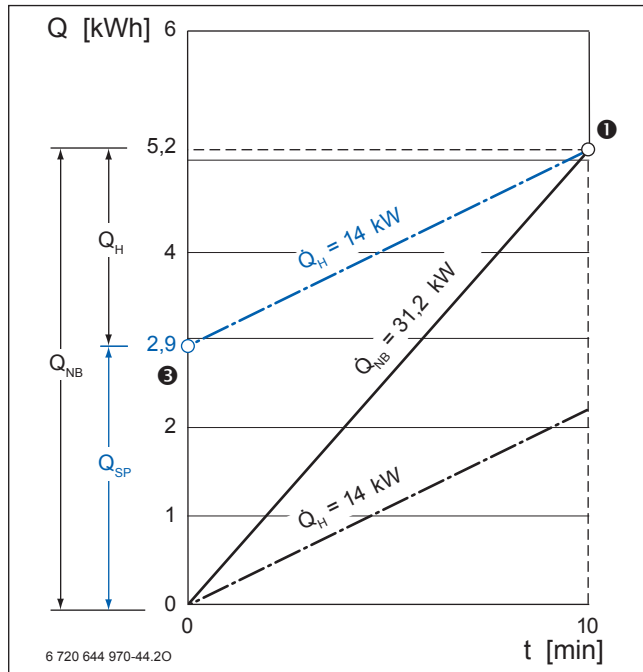

Bild 57 Ermittlung der theoretischen Speicherkapazität bei gegebener Wärmeleistung
Im Wärmeschaubild ist die Heizlinie  $\dot{Q}_H = 14 \text{ kW}$  parallel so zu verschieben, dass sie auf den Bedarfspunkt ❶ trifft (→ Bild 57). Am Schnittpunkt ❸ mit der Ordinatenachse ist die theoretische Speicherkapazität  $Q_{Sp} = 2,9 \text{ kWh}$  ablesbar. Aus der theoretischen Speicherkapazität lässt sich der entsprechende Speicherinhalt ermitteln.
Das Wärmeschaubild (→ Bild 57, Seite 85) setzt voraus, dass die Entnahme der 83 Liter aus dem Speicher und die Durchlauf-Wassererwärmung der 67 Liter durch  $\dot{Q}_H = 14 \text{ kW}$  gleichzeitig ablaufen.